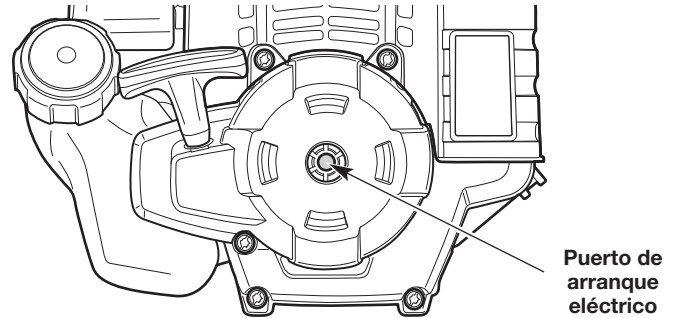

Fig. 18
3. Inserte el accesorio de arranque eléctrico dentro del orificio de arranque eléctrico (Fig. 18).